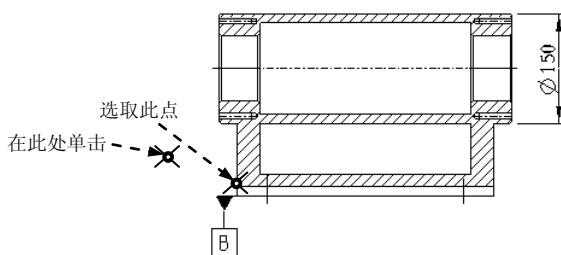
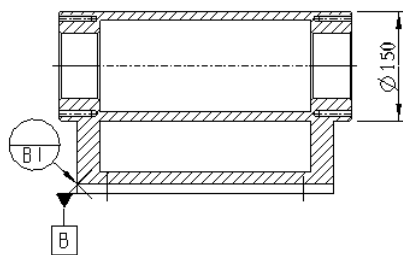

图 5.9.49 选取基准点和放置位置
图 5.9.50 显示基准目标符号
Step4. 此时系统弹出“基准点”对话框，选取图 5.9.49 所示的基准点，单击“基准点”对话框中的 **确定** 按钮。
Step5. 此时系统弹出“获得点”菜单管理器，在图 5.9.49 所示的位置单击，此时在视图中显示图 5.9.50 所示的基准目标符号。